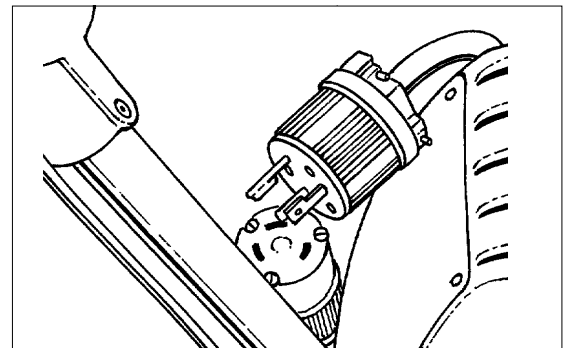

Figura 7
- Desconecte del cable flexible de la manija el cable flexible de conexión del motor. (Consulte la Figura 7) si cuenta con con este accesorio.